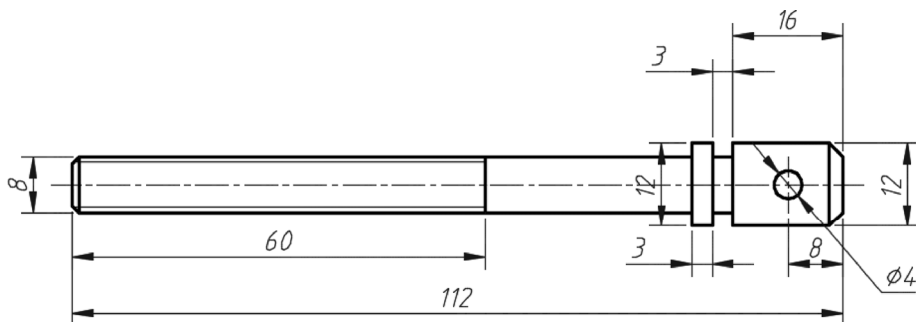

图 12-64 初步的尺寸标注
18) 标注尺寸。分别执行功能区“默认”选项卡的“注释”面板中的相关标注工具命令来对图形进行标注，初步得到尺寸标注的结果如图 12-64 所示。